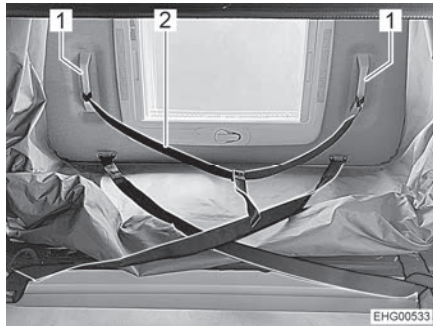

Fig. 67 Sangle auxiliaire
- Tirer lentement le toit relevable par la sangle auxiliaire (Fig. 67,2) de deux tiers vers le bas jusqu'à ce qu'il s'arrête de lui-même. Tenir compte de ce qui suit :
- Tirer le toit relevable entièrement vers le bas par les deux poignées en étrier (Fig. 67,1) jusqu'à ce que les deux verrouillages latéraux s'enclenchent de manière audible.